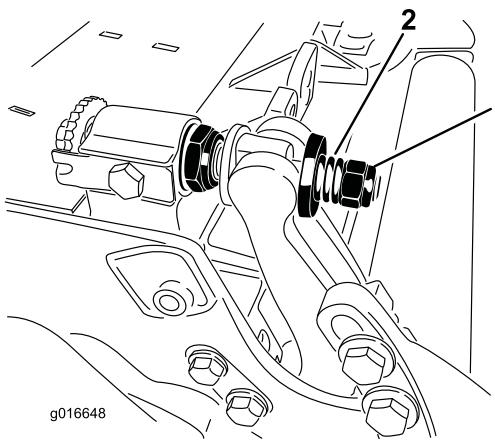

图33
5. 旋紧弹簧加压螺母直到弹簧完全压紧然后往回松开 1/2 圈 图33。
- 旋紧每个底刀架调节器组件上的螺母直到加压弹簧完全压紧然后往回松开 1/2 圈 图33。